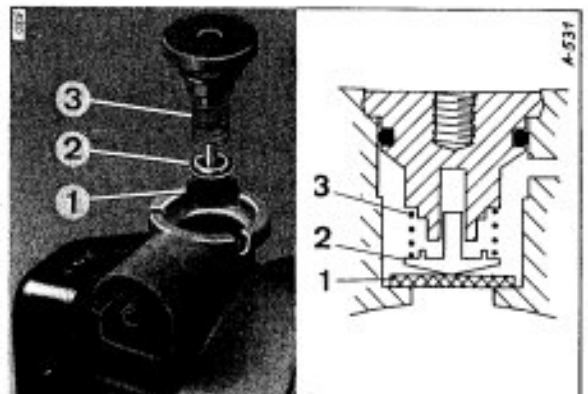

Bild 19
6.5 Rückschlagventil (Bild 19) (evakuierende Seite)